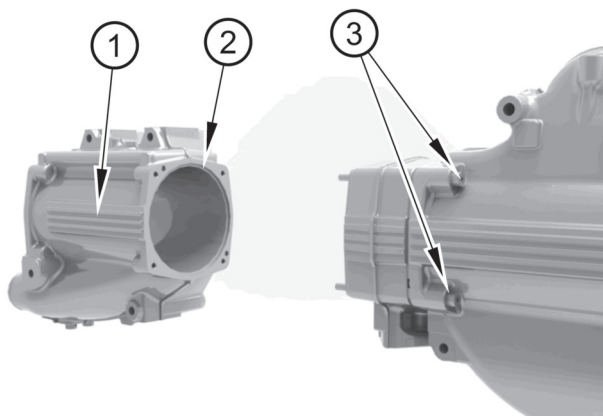

Figura 22
2. Suelte los tornillos (figura 22, elemento 3) y retire el cuerpo del intercambiador de calor (elemento 1). Retire la junta tórica (elemento 2).